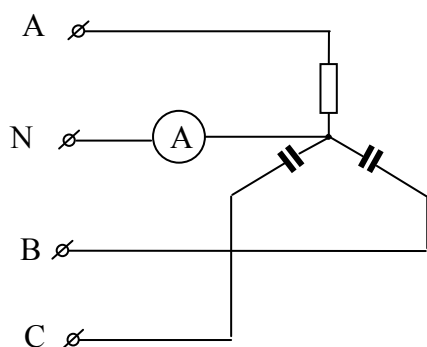

Рис. 3.3.8
3.3.8. В трехфазной цепи (рисунок 3.3.8) известны фазные токи  $I_A=3$  А,  $I_B=4$  А,  $I_C=4$  А. Определить показание амперметра  $A$ , включенного в нейтральный провод.